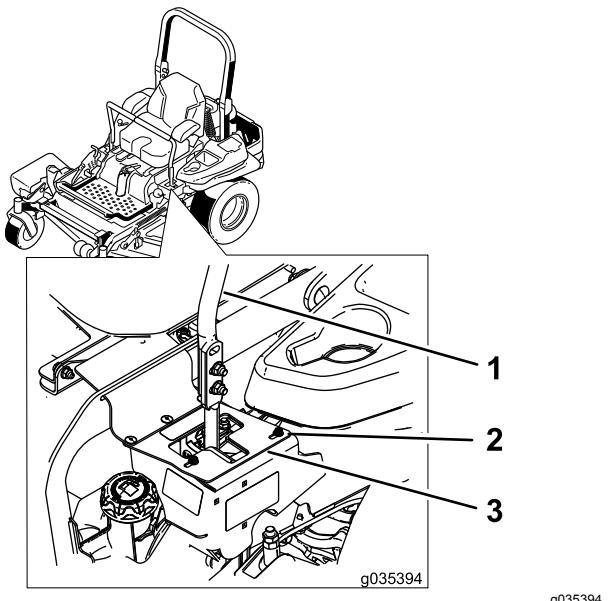

Figura 68
6. Se tende a destra, allentate i bulloni e regolate la piastra della battuta sinistra spostandola indietro sulla fessura a T sinistra finché la macchina non procede in linea retta (Figura 68).
7. Se tende a sinistra, allentate i bulloni e regolate la piastra della battuta destra spostandola indietro sulla fessura a T destra finché la macchina non procede in linea retta (Figura 68).
8. Serrate i bulloni della piastra della battuta (Figura 68).